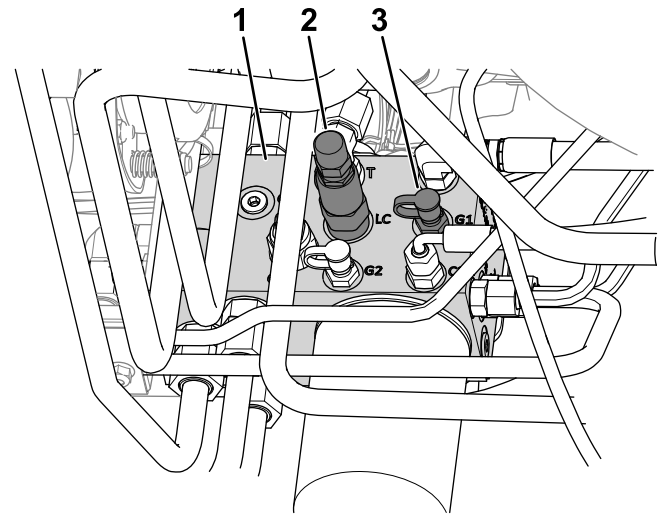

Figura 24
4. Conectați un manometru la portul de testare (cu eticheta G1; consultați Figura 24).
2. Supapă hidraulică de transfer de greutate (LC)
5. La partea laterală a colectorului de ridicare, scoateți capacul de la portul de testare (cu eticheta G1; consultați Figura 24).
6. Slăbiți contrapiulia de la extremitatea supapei hidraulice de transfer de greutate (cu eticheta LC; consultați Figura 24).